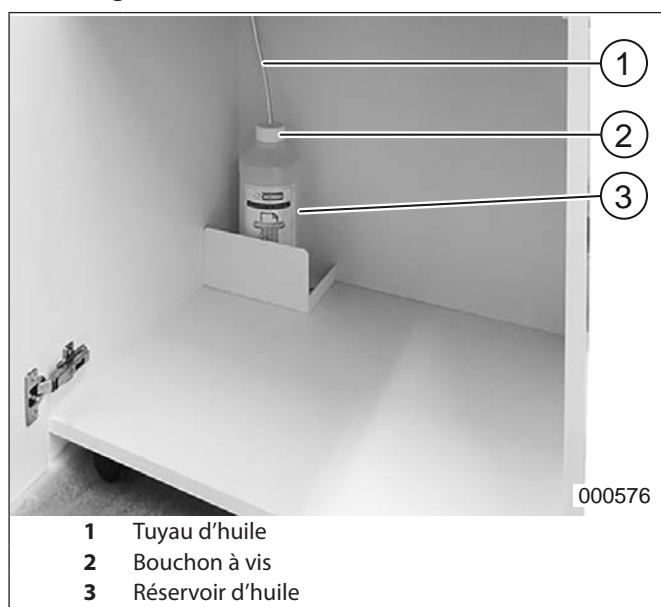

fig. 6 Réservoir d'huile
Si le voyant de contrôle clignote  (fig. 2/7), cela signifie normalement que le réservoir d'huile (fig. 6/3) est vide et qu'il doit être remplacé par un réservoir plein. Le moteur s'éteint.
2. Enlever le capuchon (fig. 6/2), retirer le tuyau d'huile avec le capuchon du réservoir vide et ôter le réservoir.
3. Accrocher le réservoir plein et ôter le capuchon. Introduire le tuyau d'huile (fig. 6/1) dans le réservoir d'huile et refermer le réservoir avec le capuchon se trouvant au niveau du tuyau d'huile.